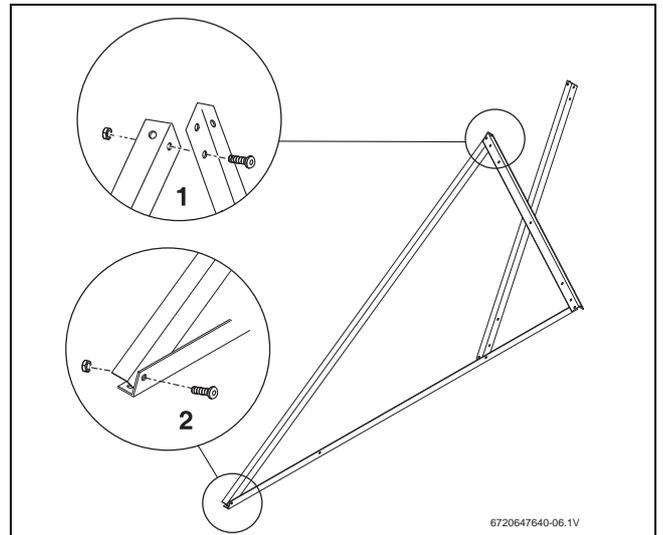

Fig. 18 Montar o perfil de suporte do colector
- ▶ Aparafusar o perfil de suporte do colector, em cima, ao perfil de suporte do acumulador (Fig. 18, [1]) e, em baixo [2].